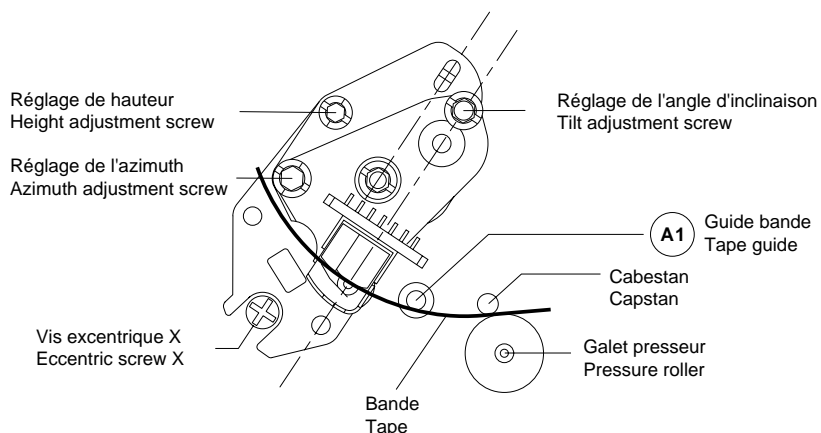

Fig. 25
- A l'aide de la vis de réglage de l'angle d'inclinaison (Fig. 25) bien ajuster le bord inférieur de la bande au ras de l'épaulement inférieur du guide-bande "A1" (la bande ne doit pas être en appui sur son bord inférieur).
- A l'aide de la vis de réglage de hauteur régler la tension de sortie au maximum (Fig. 25).
- A l'aide de la vis de réglage d'azimut régler la tension de sortie au maximum (Fig. 25).
- A l'aide de la vis excentrique (Fig. 25) régler le signal de suivi de piste "TRIV" au maximum (couplage DC).
- By means of the tilt angle adjustment screw (Fig. 25) move the tape until the lower edge just touches the tape guide "A1" (the lower edge of the tape must not bend).
- Adjust for maximum output voltage with the height adjustment screw (Fig. 25).
- Adjust to maximum output voltage with the azimuth adjustment screw (Fig. 25).
- With the eccentric screw (Fig. 25) adjust the "TRIV" tracking signal to maximum voltage (DC-coupling).